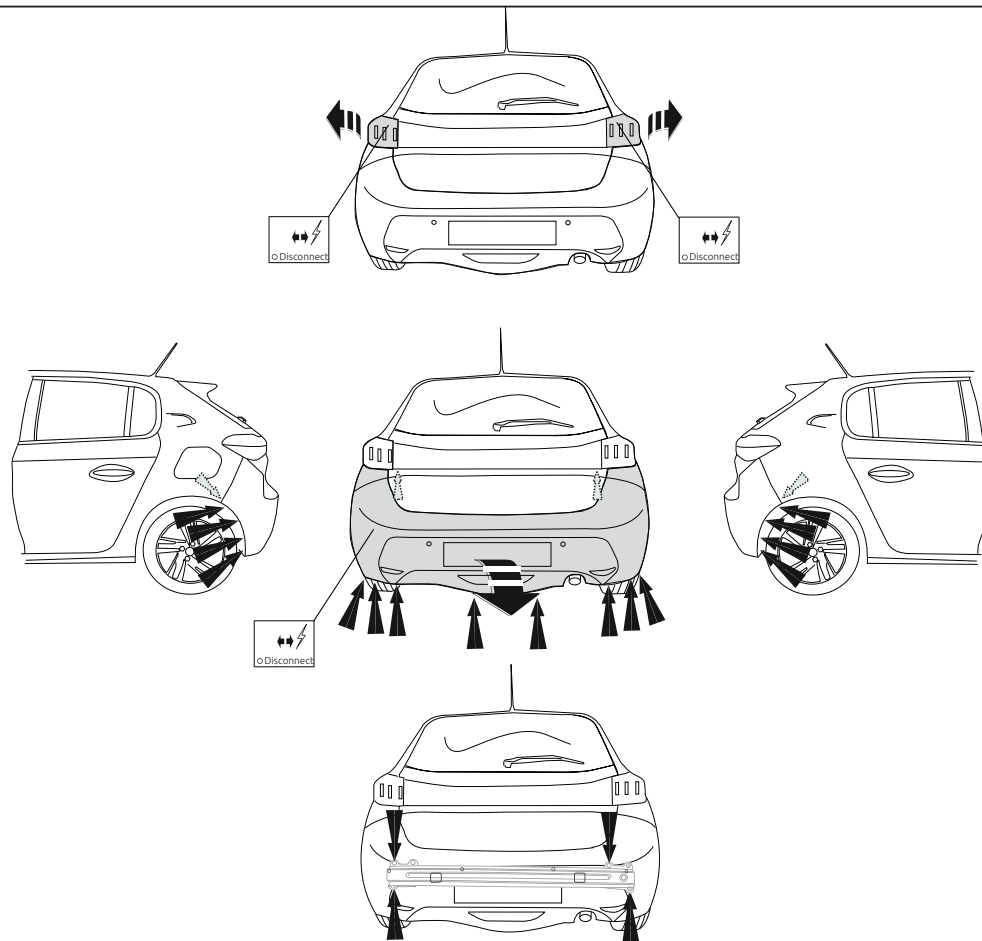

Fig. 1
1. Снять указанные детали. См. рисунок 1.
2. **Если имеется/имеются:** Снять указанные детали. См. рисунок 1а.